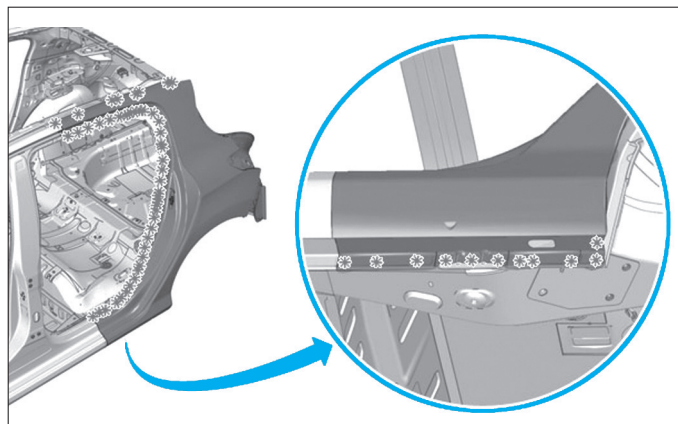

FIG. 161
- Fraiser les points de soudure (Fig.161) et (Fig.162).